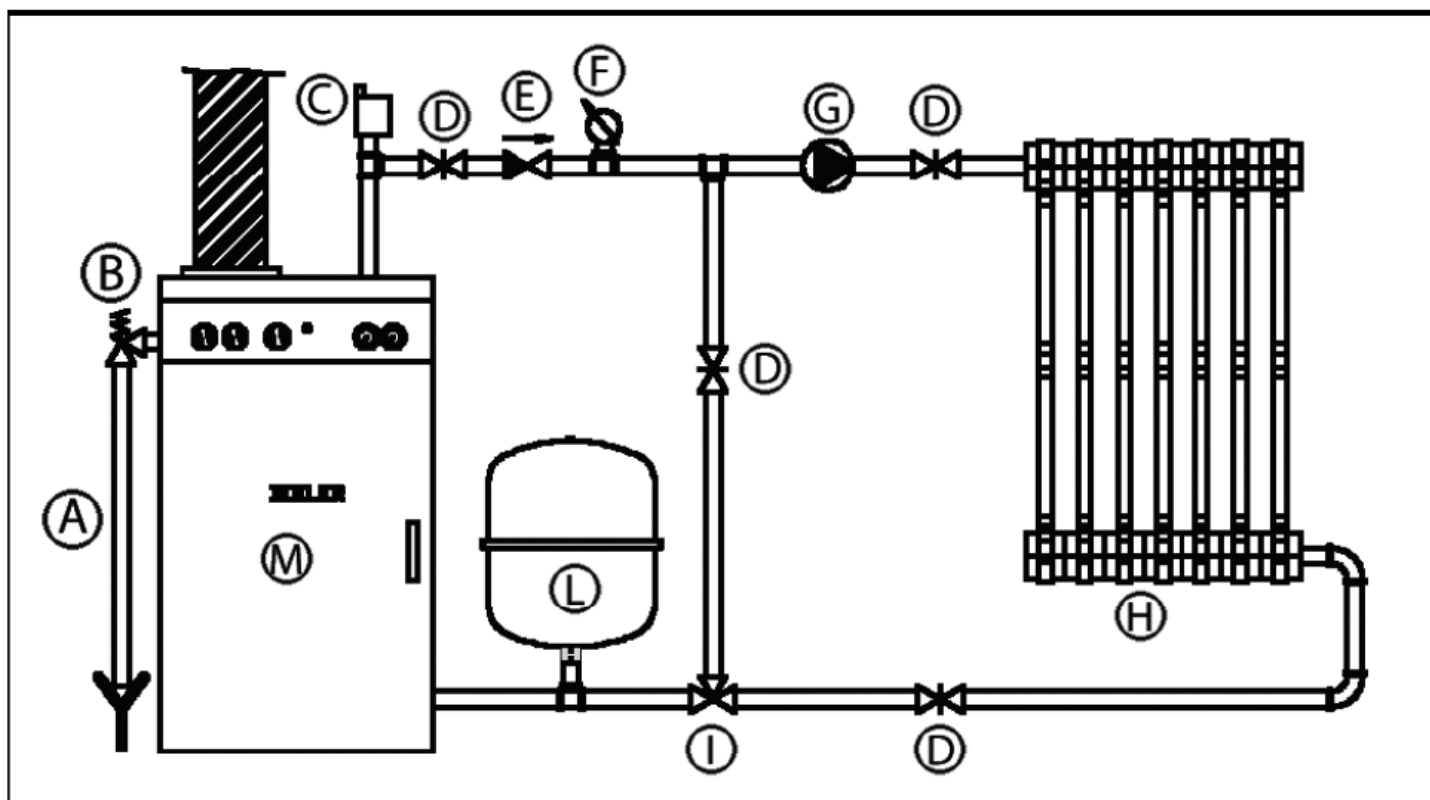

Fig. 1
- Slutna värmesystem: Returledningen (Fig. 1)